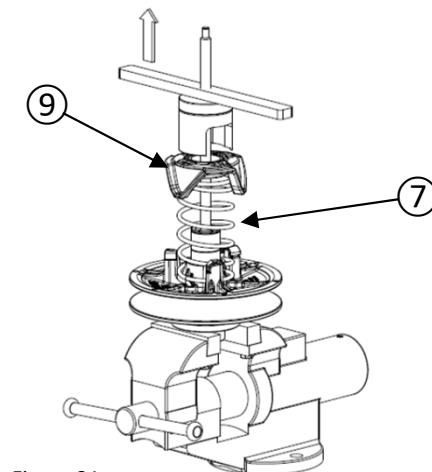

Figure 21
- Dévissez lentement la barre sur la tige filetée pour relâcher la tension du ressort ⑦ (figure 21).
**i** Soulever lentement la came ⑨ pour la libérer de l'arbre en dévissant l'outil de démontage lorsque l'anneau élastique ⑩ est retiré.
**i** Ne jamais retirer la barre de l'outil de démontage tant que la came ⑨ n'est pas en état libre (Figure 21).